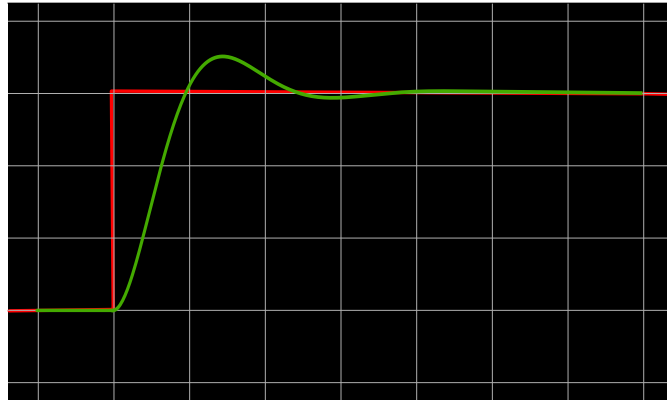

Figura 8: Señal del sistema de segundo orden
- c) Sincronice los dos canales del osciloscopio para ver la respuesta al escalón del sistema de segundo orden implementado. Use como fuente de sincronía el escalón (canal 1) y ajuste el trigger apropiadamente para obtener una imagen fija. Debe estar obteniendo una respuesta similar a la de la figura 8.